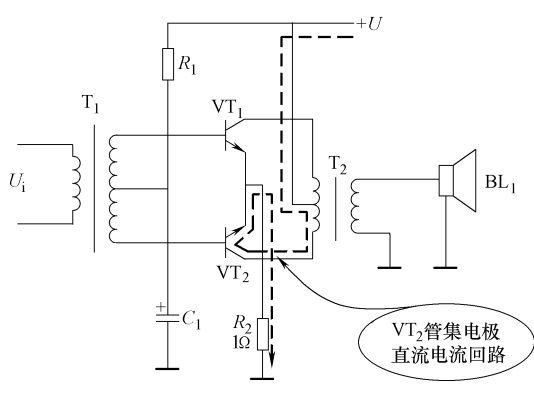

图 11-58 VT2管集电极直流电流回路示意图
3)  $VT_2$  管导通时集电极直流电流回路。在  $VT_2$  管进入导通放大状态时,  $VT_2$  管导通时集电极直流电流回路 (见图 11-58) 是:  $+U \rightarrow T_2$  一次绕组下半部分  $\rightarrow VT_2$  集电极  $\rightarrow VT_2$  发射极  $\rightarrow R_2 \rightarrow$  地。